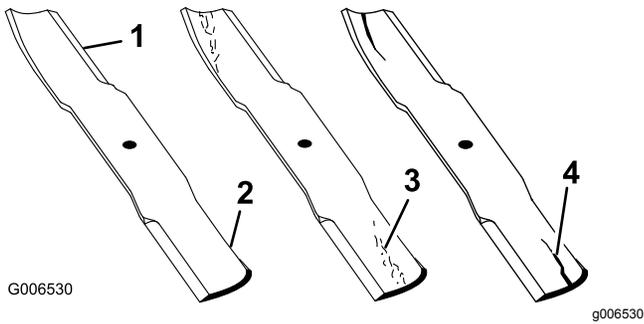

Figure 106
1. Examinez le tranchant des lames (Figure 106).
- Remplacez immédiatement toute lame fendue, usée ou qui présente une entaille (Figure 106).